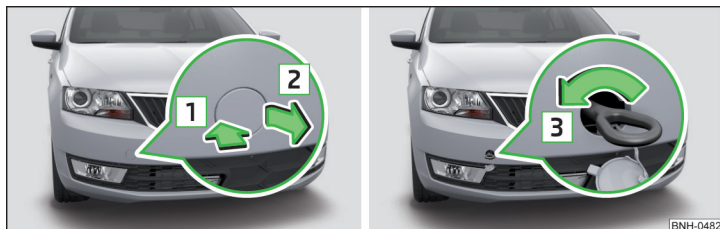

Fig. 167 Demontarea capacului / Montarea cârligului de tractare
- Apăsați capatul de protecție în sensul săgeții **1** » fig. 167.
- Înșurubați manual cârligul de tractare, în sensul săgeții **3** » fig. 167, până la limită » **i**.